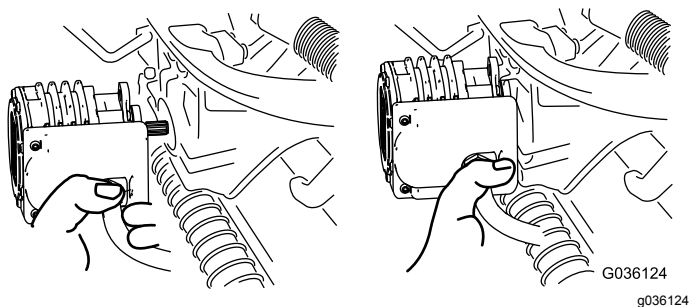

Figura 57
4. Mova o motor para o local de armazenamento na parte da frente do braço de suspensão (Figura 57).